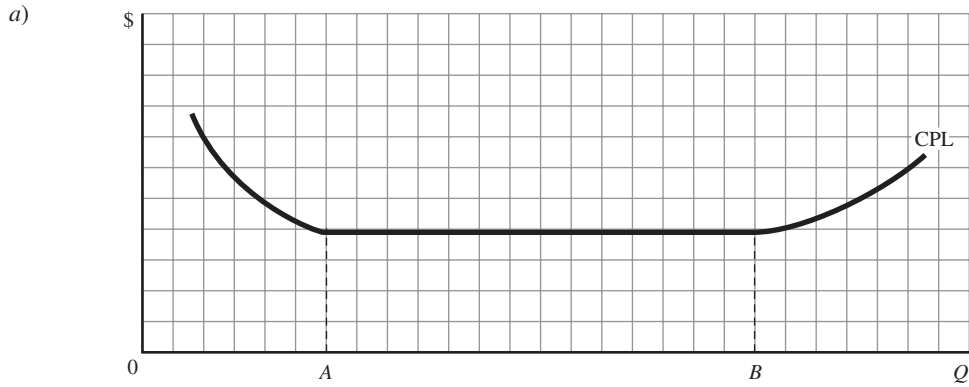

Figura 7-14
- En la figura 7-14 se muestran los rendimientos crecientes a escala o un CPL descendente hasta el nivel de producción OA ; se tienen rendimientos constantes a escala o un CPL constante entre los niveles de producción OA y OB ; y más allá de OB se tienen rendimientos decrecientes a escala o un CPL creciente. Así, el CPL y los rendimientos a escala son caras opuestas de la misma moneda. Observe que sobre el mismo intervalo de niveles de producción pueden estar operando economías y deseconomías a escala. Cuando las primeras superan a las segundas, la curva CPL desciende; de otra forma, el CPL es constante o ascendente. El nivel real de producción en el que CPL deja de descender o comienza a ascender depende, por supuesto, de la industria.
- b) Una curva CPL con la parte inferior plana, que muestra rendimientos constantes a escala sobre un amplio intervalo de niveles de producción, implica que empresas pequeñas coexisten con aquellas mucho mayores en la misma industria. Si los rendimientos crecientes a escala operaran sobre un amplio intervalo de niveles de producción, las empresas grandes (que operan grandes plantas) tendrían CPL mucho menores que las pequeñas y las sacarían del mercado. Muchos economistas y expertos en negocios creen (y así lo indican algunos estudios empíricos) que la curva CPL en muchas industrias tiene una parte inferior plana como la de la figura 7-14. En estos casos no hay una escala de planta óptima única, sino muchas. Es decir, la parte plana de la curva CPL está formada por el punto mínimo de muchas curvas CPC.